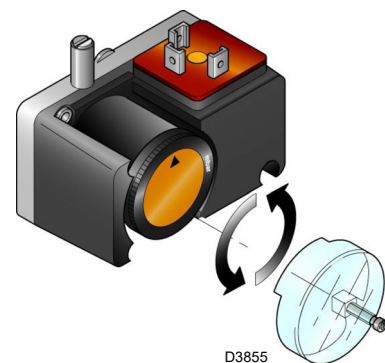

Fig. 25
- Regolare il pressostato gas di minima (Fig. 25) a inizio scala.
- regolare il pressostato gas di minima (Fig. 25), posto sulla rampa gas, a inizio scala;
Eeguire la regolazione del pressostato gas di minima dopo aver effettuato tutte le altre regolazioni del bruciatore con il pressostato regolato a inizio scala (Fig. 25). Con il bruciatore funzionante alla potenza massima, aumentare la pressione di regolazione girando lentamente in senso orario l'apposita manopolina fino all'arresto del bruciatore. Girare quindi in senso antiorario la manopolina di 0,2 kPa (2 mbar) e ripetere l'avviamento del bruciatore per verificarne la regolarità. Se il bruciatore si arresta nuovamente, girare ancora in senso antiorario di 0,1 kPa (1 mbar).